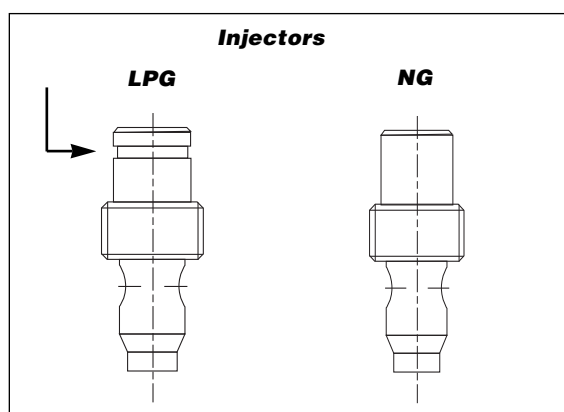

fig. 4
- 5 S'assurer que le nouvel injecteur convient à l'utilisation. La dimension de l'injecteur est estampée sur le côté de ce dernier, près de la partie supérieure. Les injecteurs pour GPL sont rainurés sur leur circonférence, près de la partie supérieure. Les injecteurs pour GN n'ont pas de rainure (fig. 4). Voir le feuillet d'instructions du fabricant de l'appareil pour la dimension requise.